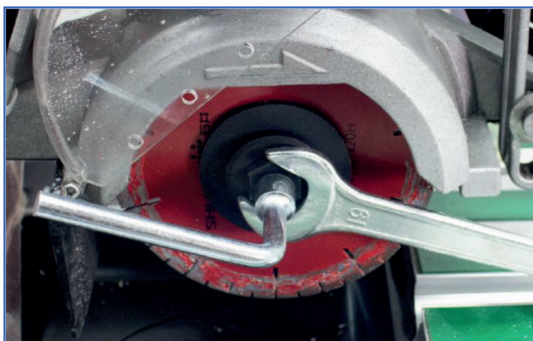

Рис. 13
•Установите в обратном порядке шайбы и затяните болт с помощью ключей (рис. 13).